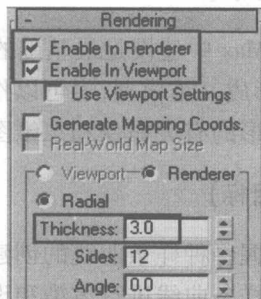

图 1.1.3 渲染命令面板
(4) 在 Enable In Renderer(在渲染器中可渲染)和 Enable In Viewport(在视口中可渲染)的复选框前打钩,设置 Thickness 粗度为 3,如图 1.1.3 所示。